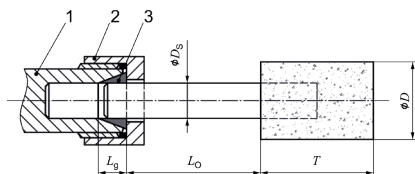

Figure 1 — Longueur de serrage du mandrin et de la pince de serrage
- Veillez à tenir compte du fait que la vitesse de rotation autorisée pour les petites meules doit être abaissée en raison de l'augmentation de la longueur de la tige entre le bout de la pince de serrage et la petite meule (surplomb). Il faut s'assurer que la longueur minimale de serrage de 10 mm soit respectée. (voir figure 1 et les recommandations du fabricant de petites meules).